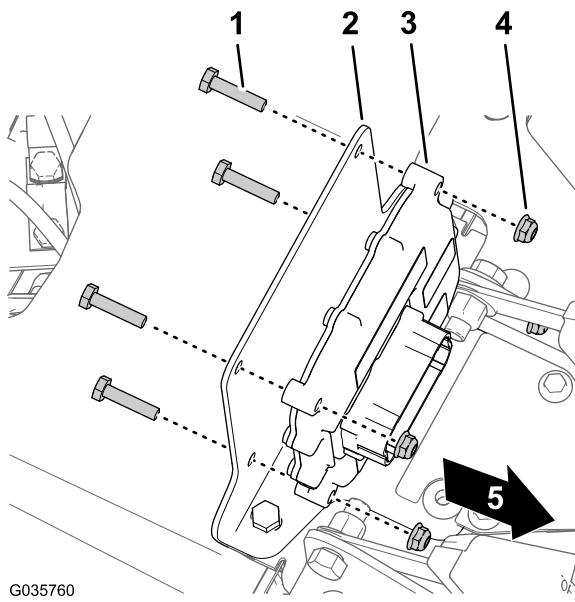

Figura 31
2. **Per le macchine 2015 e precedenti:** individuate il tappo a pressione tra le metà delle cinture di sicurezza interne dell'operatore e del passeggero e rimuovete il tappo dalla base della consolle (Figura 31).
3. Montate il controller elettronico sulla staffa di montaggio (Figura 31) con i 4 bulloni (1/4" x 1 1/8") e 4 dadi di bloccaggio (1/4").